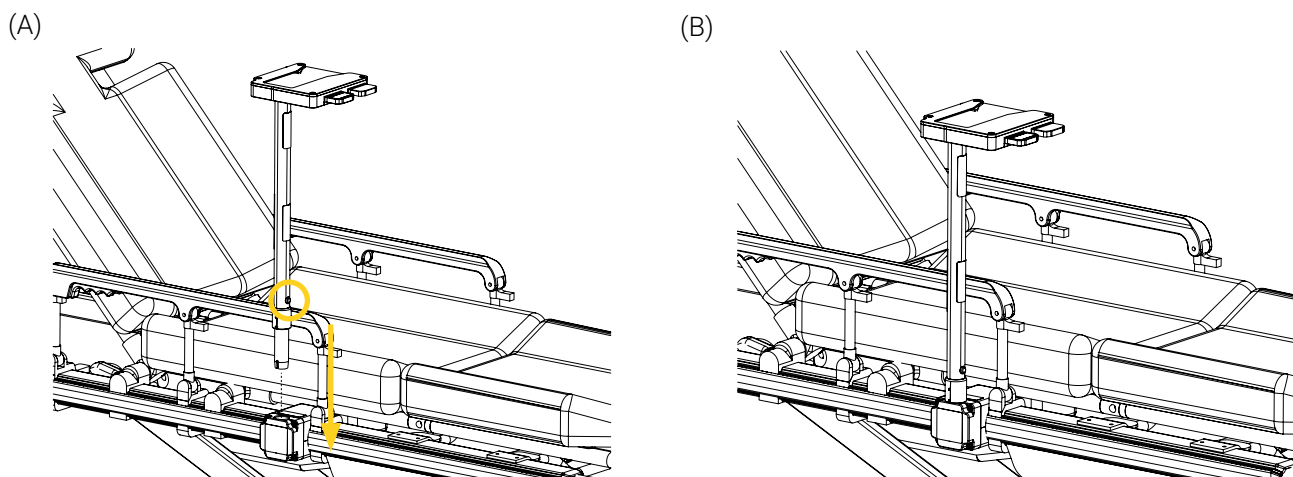

Figure 15: Installation de la Tige Auxiliaire XTPA dans le Socle AP
1. Aligner la Tige Auxiliaire XTPA et le Socle AP, en s'assurant que le bouton à déclenchement rapide situé au bas de la tige fait face au côté pied du patient (Figure 15 A).
2. Insérer le système de fixation verticalement dans le Socle AP, portant une attention particulière de ne pas coincer les câbles ou le tubage, puis appuyer vers le bas jusqu'à ce qu'il se verrouille (Figure 15 B).